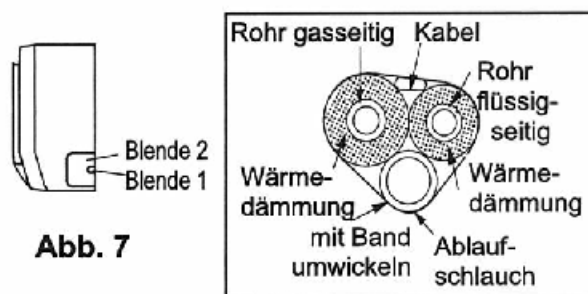

Abb. 7
1. Werden die Rohrleitungen und Kabel von der linken oder rechten Seite der Inneneinheit geführt, sind die entsprechenden Blenden am Gerätegehäuse zu entfernen (siehe Abb. 7).